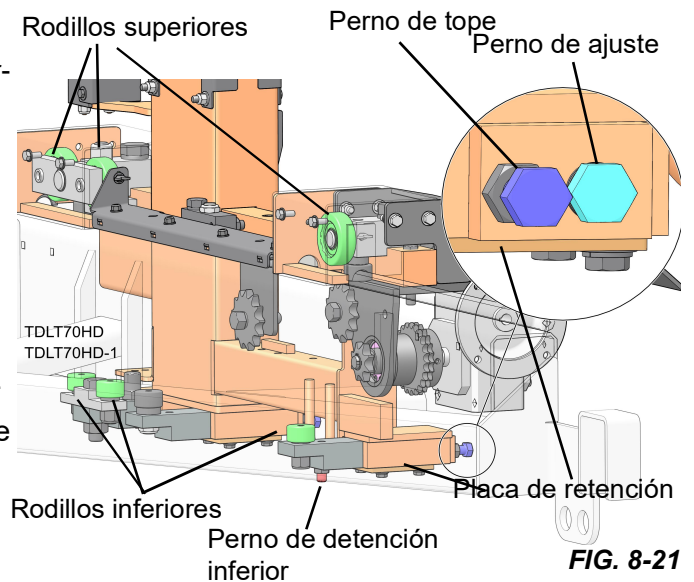

FIG. 8-21
3. Afloja los cuatro pernos de la placa de retención. See FIG. 8-21.
1. Retire la placa de cubierta para observar los rodillos intermedios de los carriles superior e inferior a medida que mueve el carruaje de la sierra por el carril. See FIG. 8-21. .
9. Una vez que los rodillos inferiores del carril estén ajustados correctamente, ajuste los tornillos de tope inferior. See FIG. 8-21.